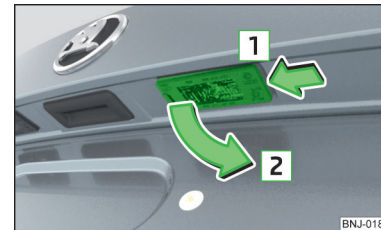

Abb. 205 Kennzeichenleuchte ausbauen
- Die Leuchte in Pfeilrichtung **1** » Abb. 205 eindrücken. Die Leuchte löst sich.